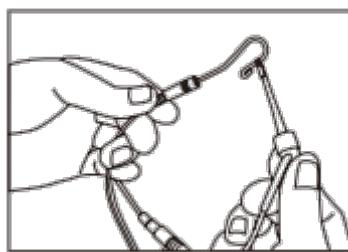

Figura 9 – Teste de funcionamento do localizador conectando gancho labial e clip de lima.
C) Encoste a lima ao gancho labial conforme ilustrado na Figura 9. Quando a conexão estiver correta: